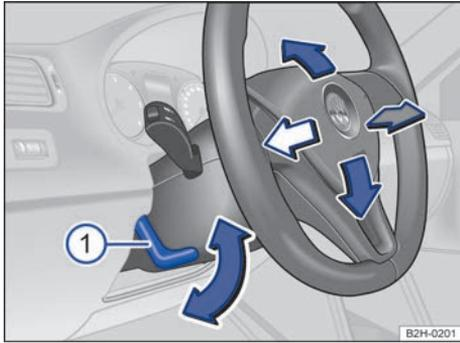

Fig. 37 Ajuste mecánico de la posición del volante.
- Tire hacia abajo de la palanca ⇒ **fig. 37 ①**.